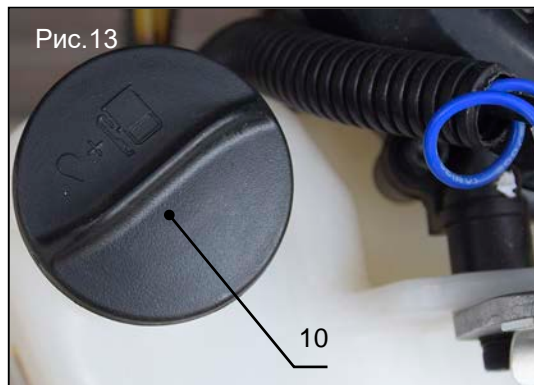

Рис.13
- Следует тщательно очистить всю поверхность рядом с крышкой бака (поз.10, рис.13), чтобы в него не попала грязь.
- Открутите крышку бака (поз.10, рис.13), и осторожно налейте смесь горючего так, чтобы она заполнила бак до нижнего края патрубка. Наливайте осторожно, чтобы не расплескать горючее.
- Плотнo закрутите крышку бака (поз.10, рис.13).